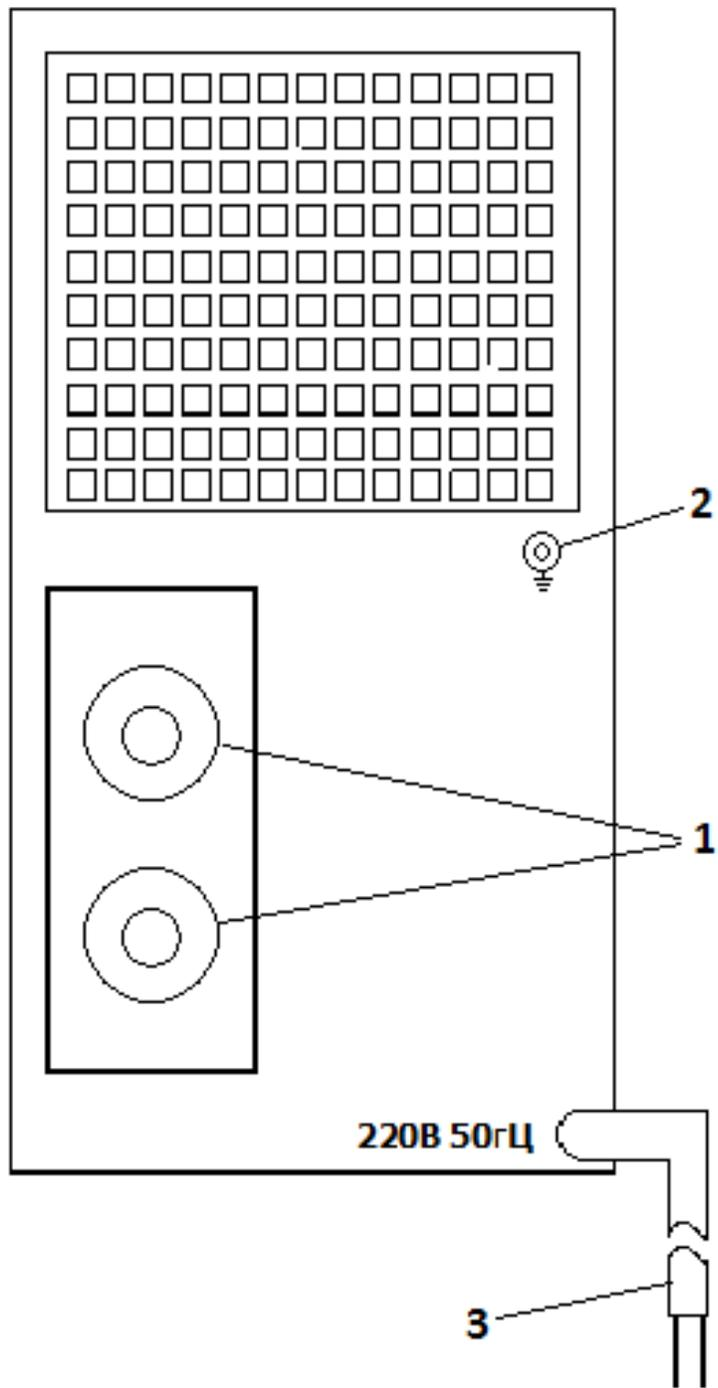

Рис.1. Задняя панель комплекта СИЛУС-Т 1600А
4.3.1. На задней панели комплекта находятся (рис.1):